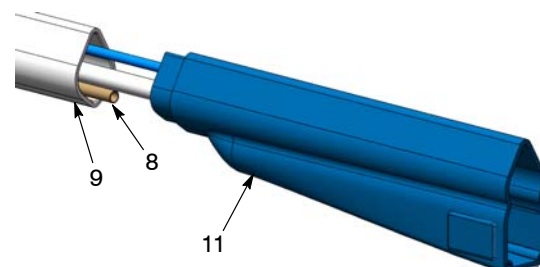
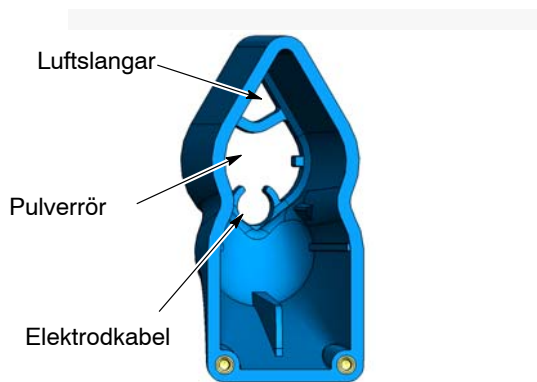

Bild 40 Losstagning av pistolhus från pistolrör
Bild 41 Indragning av luft, pulver och elektrokabel i pistolhuset
4. Se bild 40. Drag av pistolhuset (11) från pistolröret så att man kan se kabelstyrningen (8).
- Se bild 41. Drag den nya kabeln genom huset så som visas, medan man styr multiplikatorn in i huset, och tills att kylflänsen är ca 25 mm från husets ände.
- Se bild 40. Sätt i kabeln i kabelstyrningen (8) och tryck den igenom medan man drar in pulverslangen och luftslangen genom pistolhuset så som visas i bild 41.